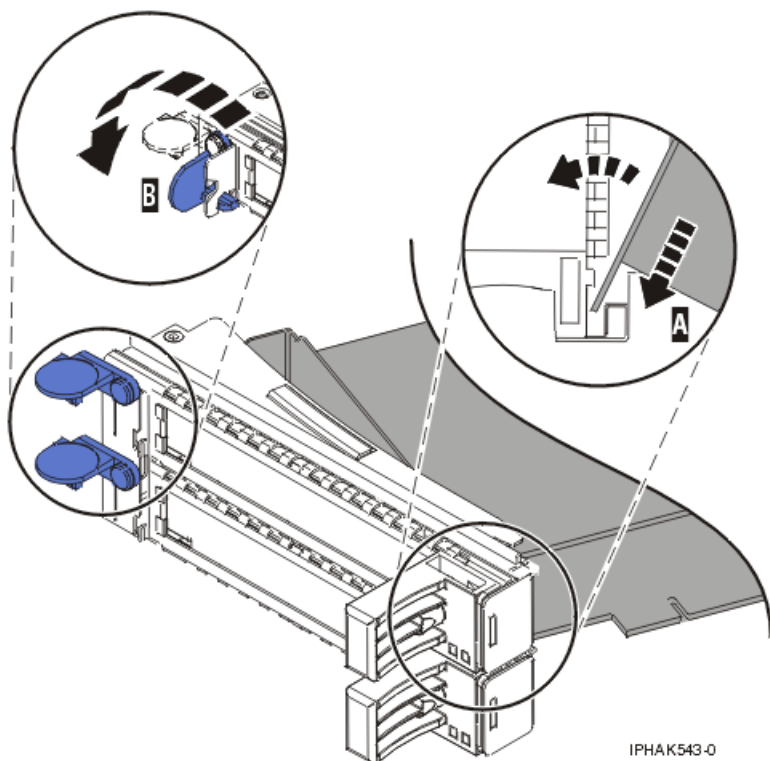
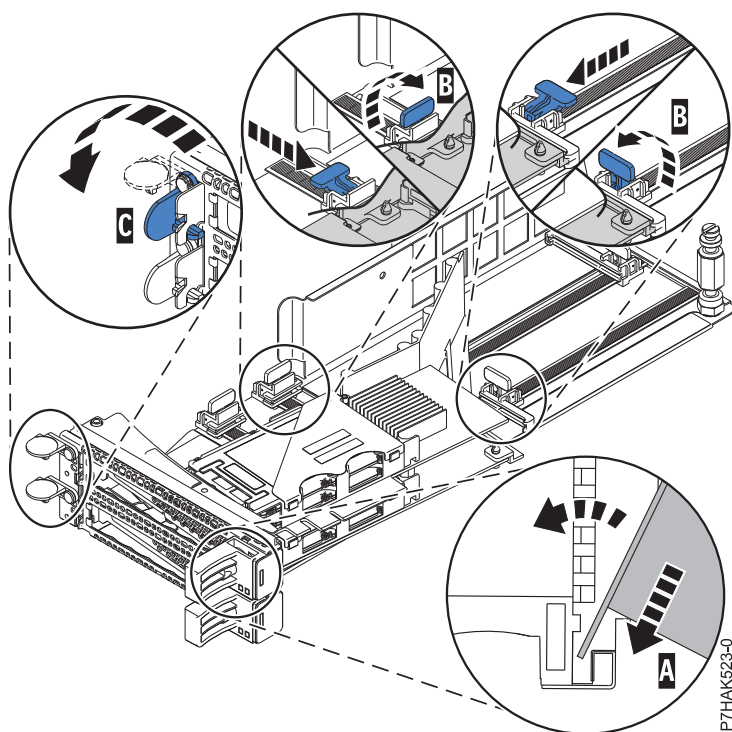

図 155. PCI アダプター・カセットに戻されたアダプター
図 156. PCI アダプター・カセットへの PCIe RAID および SSD SAS アダプターの再取り付け
- テール・ストック・クランプをオープン位置にして、アダプターをテール・ストック保持溝 A にしっかりと挿入する。典型的は PCI アダプターの場合は、189 ページの図 155 を参照してください。PCIe RAID および SSD SAS アダプターの場合は、189 ページの図 156 を参照してください。
- テール・ストック・クランプ (C) を閉じる。